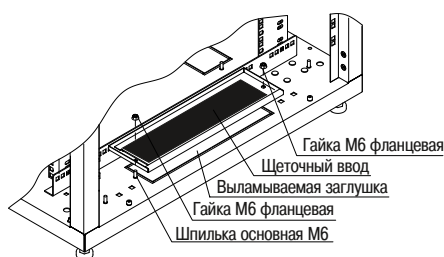

Рисунок 16 – Монтаж щеточного ввода
3.4.1 Для монтажа щеточных кабельных вводов в основании шкафа необходимо выломать металлические заглушки, совместить посадочные отверстия в кабельном вводе с осями шпилек основания, затем притянуть их к основанию двумя гайками М6 с фланцем (рисунок 16).